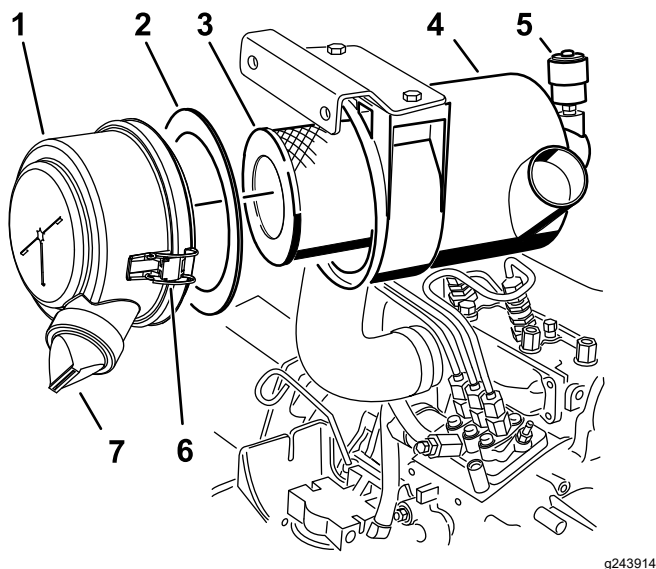

Figure 30
3. Faites l'entretien du filtre à air (Figure 30).